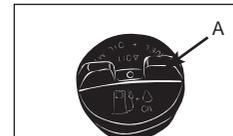
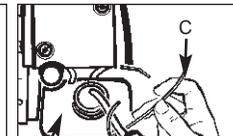
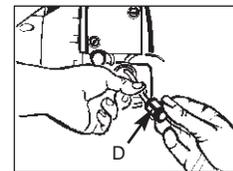

Fig.17A
Fig.17B
Fig.17C
1. Enlevez complètement le bouchon d'essence (A) du réservoir de carburant (B) pour pouvoir enlever le filtre à essence (D) du réservoir. Utilisez un morceau de fil de fer (C) avec un crochet formé à l'extrémité pour sortir le filtre du réservoir. (Fig. 17A & Fig. 17B)
2. Retirez le filtre (D) avec un mouvement de torsion.
3. Remettez en place le filtre à essence (D). (Fig. 17C)